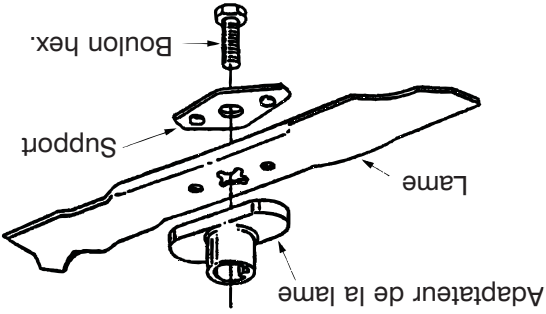

Figure 13
• Enlevez le boulon et le support de la lame qui maintiennent la lame et l'adaptateur sur le vilebrequin. Dégagez la lame et l'adaptateur du vilebrequin. Voir la Figure 13.
Avant de remonter la lame et son adaptateur sur la tondeuse, lubrifiez le vilebrequin et la surface intérieure de l'adaptateur de la lame sur le vilebrequin, Placez l'adaptateur à l'opposé du moteur. Voir la Figure 13. «Étoile» à l'opposé sur lequel la mention «Bot-tom» (ou le numéro de pièce) apparaît, à l'opposé de l'adaptateur. Alignez le support de la lame sur celle-ci en enfonceant les pattes dans les trous de la lame, puis insérez le boulon hex. Serrez le boulon hex. au couple recommandé ci-dessous.